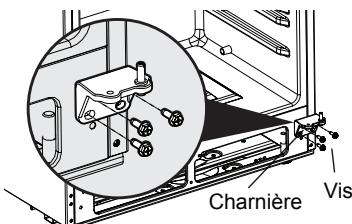

Figure 6
6. Retirer les trois vis qui maintiennent la charnière inférieure de l'armoire. (Voir Figure 6.)